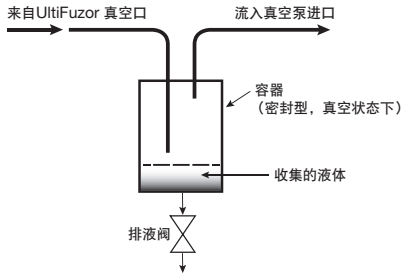

图3: 液体捕集图
- 3.4 为了避免吸入任何可凝结蒸汽或液体墨水到真空源中（导致UltiFuzor 模柱损坏情况发生），可在模柱真空端口与真空泵之间放置一个捕集器（图3）。此装置应采用标准捕集器结构，配有真空密闭容器，可以收集液体并且在需要时定期排放。如果担心安全性，此捕集器可保持一个较低的温度，以便冷凝任何由于所施加的真空而可能会从墨水蒸发的溶剂。